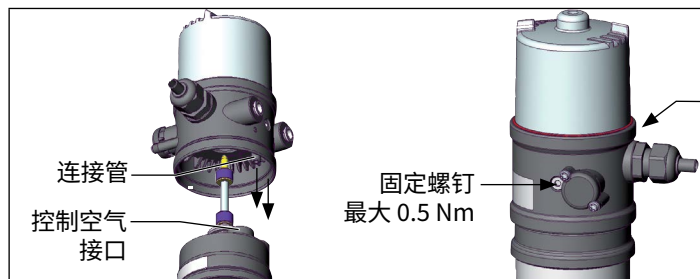

图9： 安装气动控制单元, 21xx 系列
- 对齐气动控制单元, 直到气动控制单位的连接管可以插入执行机构的控制空气接口 (另请参阅“图9”)。